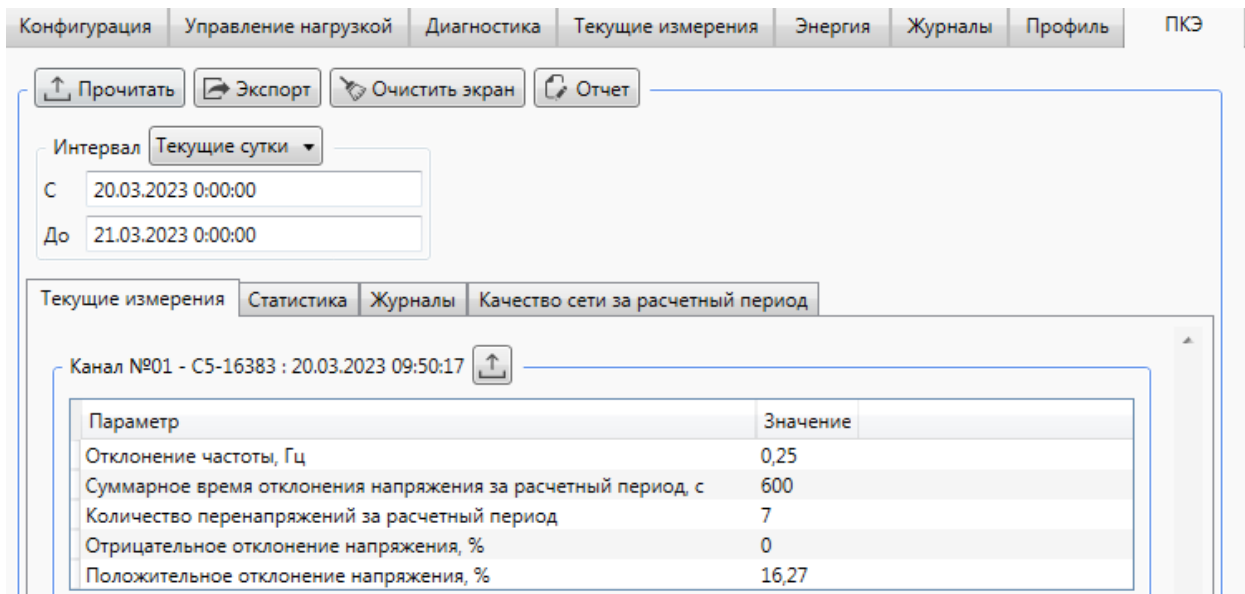

Рисунок 9.48 – Просмотр данных текущих измерений ПКЭ
9.6.6.2 Для просмотра данных текущих измерений необходимо перейти на вкладку *ПКЭ* области параметров программы КОНФИГУРАТОР, затем на вкладку *Текущие измерения*. Нажать кнопку *Прочитать* (рисунок 9.48).